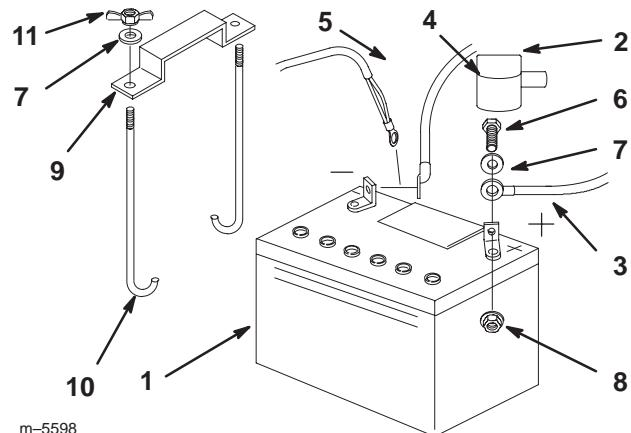

Bild 64
1. Legen Sie die Batterie in den Ständer, wobei die Klemmen zum Motor weisen (Bild 64).
4. Befestigen Sie die Kabel mit zwei Schrauben (1/4 x 3/4 Zoll), zwei Scheiben (1/4 Zoll) und zwei Klemmmuttern (1/4 Zoll) (Bild 64).
6. Befestigen Sie die Batterie mit J-Schrauben, Halteschelle, 2 Scheiben (1/4 Zoll) und 2 Flügelmuttern (1/4 Zoll) (Bild 64).
- Klemmen Sie zunächst das Minuskabel und den Erdungsdräht vom Minuspol (–) der Batterie ab (Bild 64).
- Ziehen Sie die rote Polkappe vom roten Pluspol der Batterie ab. Ziehen Sie dann das positive (rote) Batteriekabel ab (Bild 64).
- Entfernen Sie beide Flügelmuttern (1/4 Zoll), mit denen die Batterieschelle befestigt ist (Bild 64).